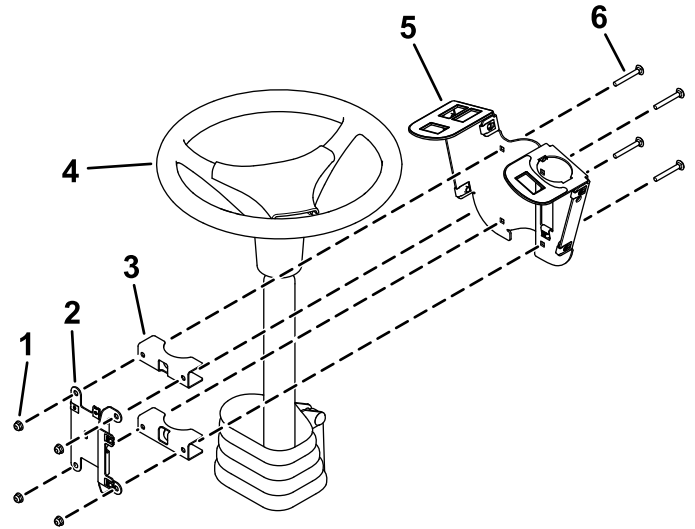

Figura 3
1. Instale provisionalmente el soporte de los interruptores alrededor de la columna de dirección con 4 pernos de cuello cuadrado (1/4" x 2"), 2 soportes de montaje, la placa de montaje de fusibles y 4 contratuercas (1/4"), como se muestra en la Figura 3.